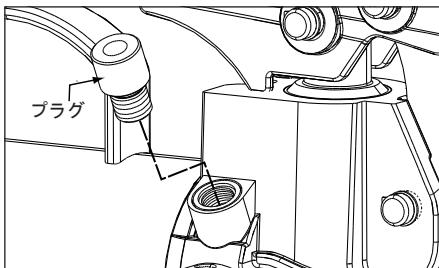

図13: リリーフ弁 (P-77、P-80、P-801、P-84)
- モデルP-77、P-80、P-801、P-84では、リリーフ弁がポンプヘッドの側面に配置されています。図13を参照してください。